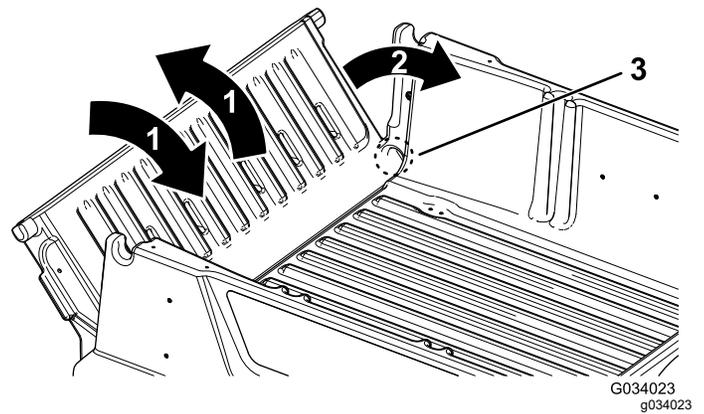

Bild 18
3. Drehen Sie die Heckklappe mehrmals mit kurzen, schüttelnden Bewegungen (**Bild 18**).
2. Drehen Sie die Heckklappe auf eine ungefähre Stellung von 45° (**Bild 18**).